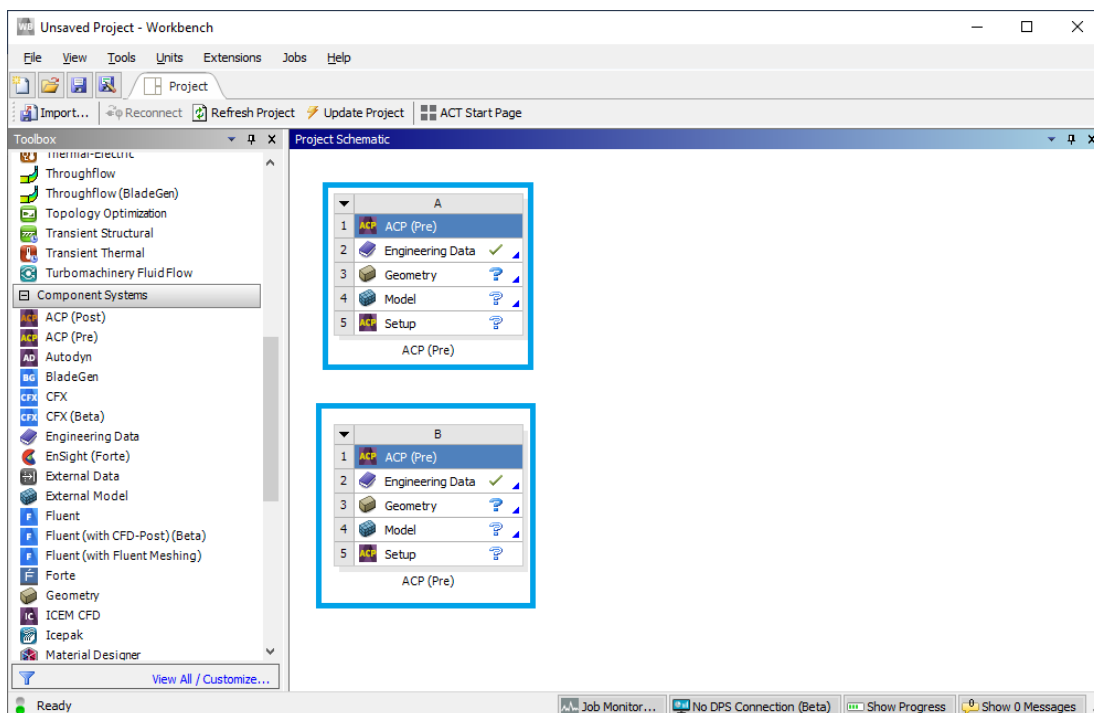

Рис. 7. Добавление ACP (Pre)
2. Запустим **ANSYS Workbench** и создадим два проекта **ACP (Pre)** (рис. 7).